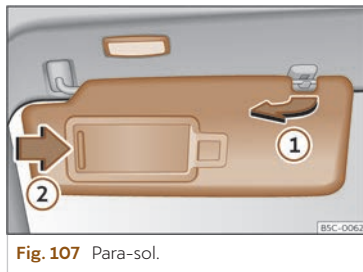

Fig. 107 Para-sol.
- El para-sol es pot extreure de la fixació i girar-se cap a la porta >>> **fig. 107 ①**.